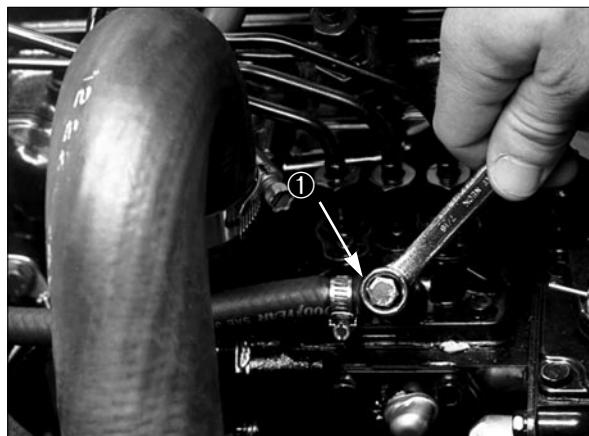

Fig. 16
5. Giunti a destinazione, rimontare il semiasse come illustrato nella Fig. 16. (Le scanalature permettono di effettuare il montaggio solo quando le due metà del semiasse sono correttamente orientate.)